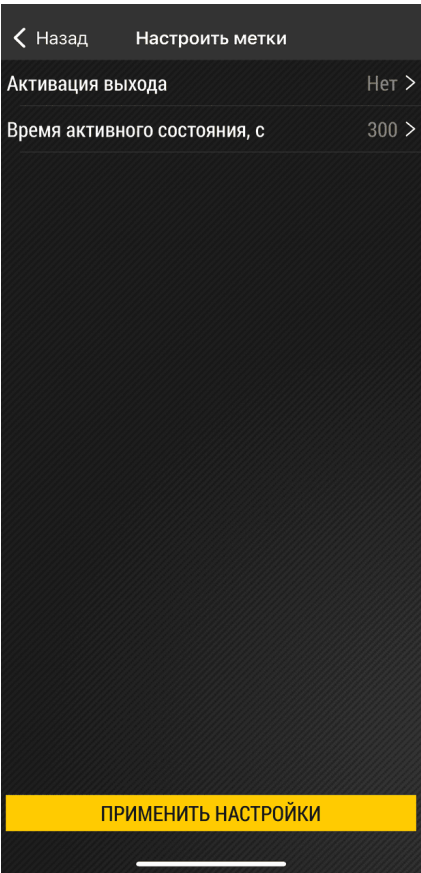

Рис.27. Настройки меток
- После выполнения необходимых настроек для метки (или выбранных меток) из списка нажмите кнопку **«Применить настройки»** (**Рис.27**).